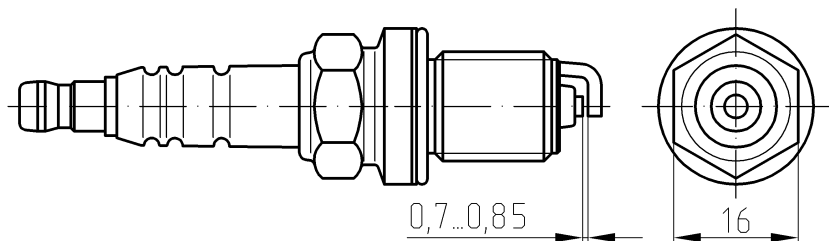

Рис.47. Свеча зажигания
5. **Свечи зажигания** АУ14ДВРМ ГОСТ Р 53842, DR17YC-F ф.«Brisk» или аналогичные - малогабаритного исполнения, с помехоподавительным резистором, четыре штуки, ввернуты в головку цилиндров по центру камер сгорания (рис.47). Зазор между электродами свечей зажигания 0,70...0,85 мм.